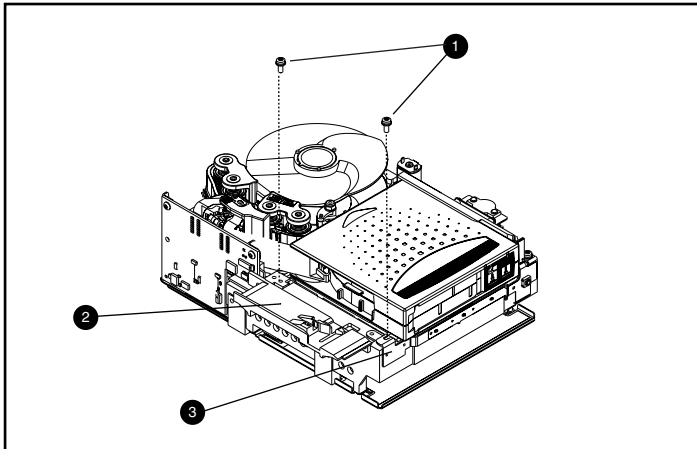

Figura D-4. Extracción de la guía izquierda
1. Extraiga los dos tornillos Torx T8 ❶ (consulte la Figura D-4).
2. Empuje el panel de planchas metálico ❷ hacia la parte frontal de la unidad para que la guía izquierda ❸ pueda levantarse.